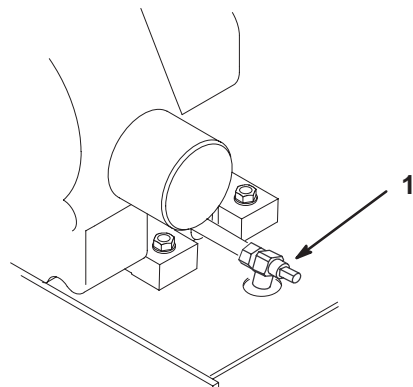

Figure 36
3. Placez un bac de vidange sous l'orifice de vidange. Ouvrez le robinet de vidange avec un tournevis à lame plate, une clé de 3/8 pouce ou de 10 mm (Fig. 36).
4. Tournez le robinet dans le sens horaire pour le fermer et dans le sens anti-horaire pour l'ouvrir (Fig. 36).